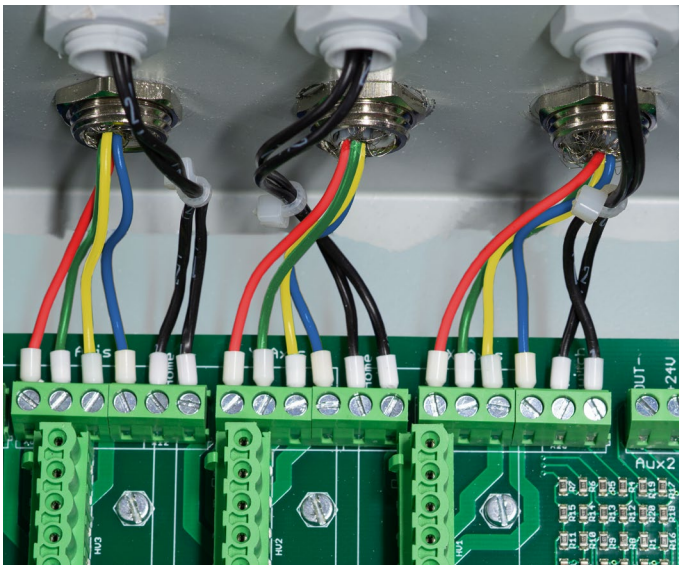

Fig. 12: Angeschlossene Kabel für Schrittmotoren und Endschalter
- Connect the cables as described in the circuit diagram. See Fig. 12 on next page.